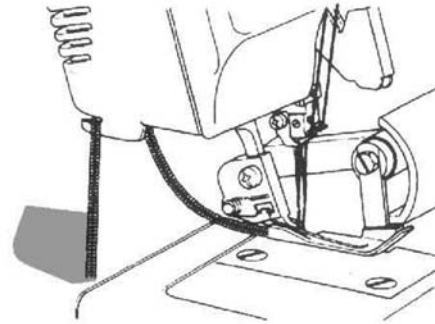

Bild 52
- Skär av kedjan med de lösa trådarna med trådvskäraren på maskinens baksida (bild 52).